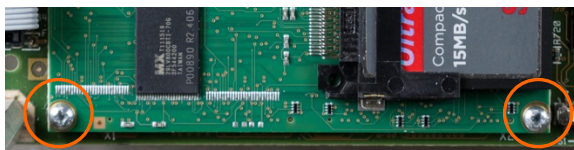

Abbildung 3-52: Montageschrauben für das ETX-Board
2. Entfernen Sie die beiden anderen Schrauben, mit denen das ETX-Board gesichert ist und die in Abbildung 3-52 dargestellt sind.
3. Ergreifen Sie geeignete Vorsichtsmaßnahmen, um eine elektrostatische Entladung zu verhindern, und hebeln Sie das ETX-Board von seinen Anschlussteilen ab. Beginnen Sie dabei auf der Seite mit der CF-Karte (siehe Abbildung 3-52).